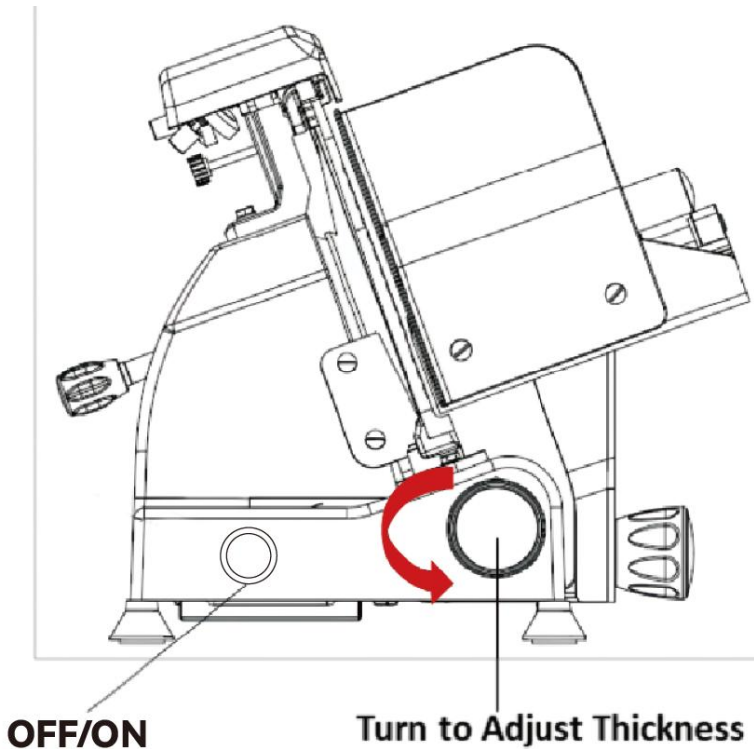

Abb. 2
(Siehe Abb. 2)
12. Wenn Sie fertig sind, schalten Sie den Fleischschneider durch Drücken der roten Taste auf „AUS“ (0). (Siehe Abb. 2)
14. Drehen Sie aus Sicherheitsgründen den Dickeneinstellknopf (Teil ②) nach dem Gebrauch immer in die Position „O“, um die scharfe Kante der Klinge (⑧) richtig zu schützen.